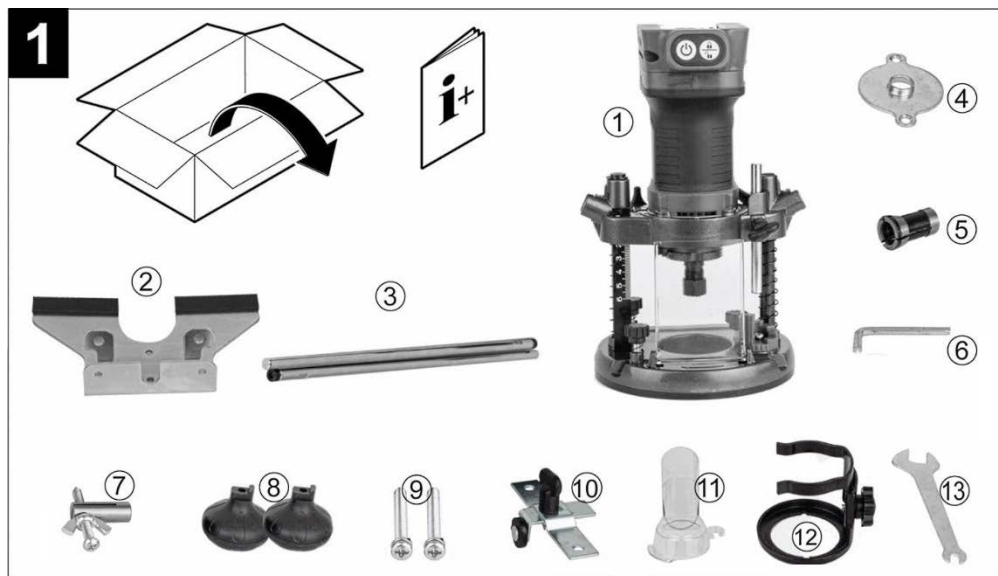

Рисунок 1:
- за допомогою гайкового ключа (13, рисунок 1) з комплекту постачання, послабити цангову гайку (11, рисунок 2), розтиснувши таким чином цанговий патрон;
Для виконання операцій свердління необхідно замість опорної платформи встановити спеціальну свердлильну опорну стійку (12, рисунок 1). Детальна покрокова інструкція з встановлення стійки представлена на рисунку 12.
- прямолінійне фрезерування із застосуванням паралельного упору (2, рисунок 1), дивіться рисунок 13-А;
- криволінійне фрезерування за допомогою кронштейна з колесом (10, рисунок 1), дивіться рисунок 13-Б;
- фрезерування по колу із застосуванням насадки-циркуля (7, рисунок 1), дивіться рисунок 13-В;
- фрезерування по шаблону за допомогою копіювальної пластини (4, рисунок 1), дивіться рисунок 13-Г;
- свердління із застосуванням свердлильної опорної стійки (12, рисунок 1), дивіться рисунок 14-А;